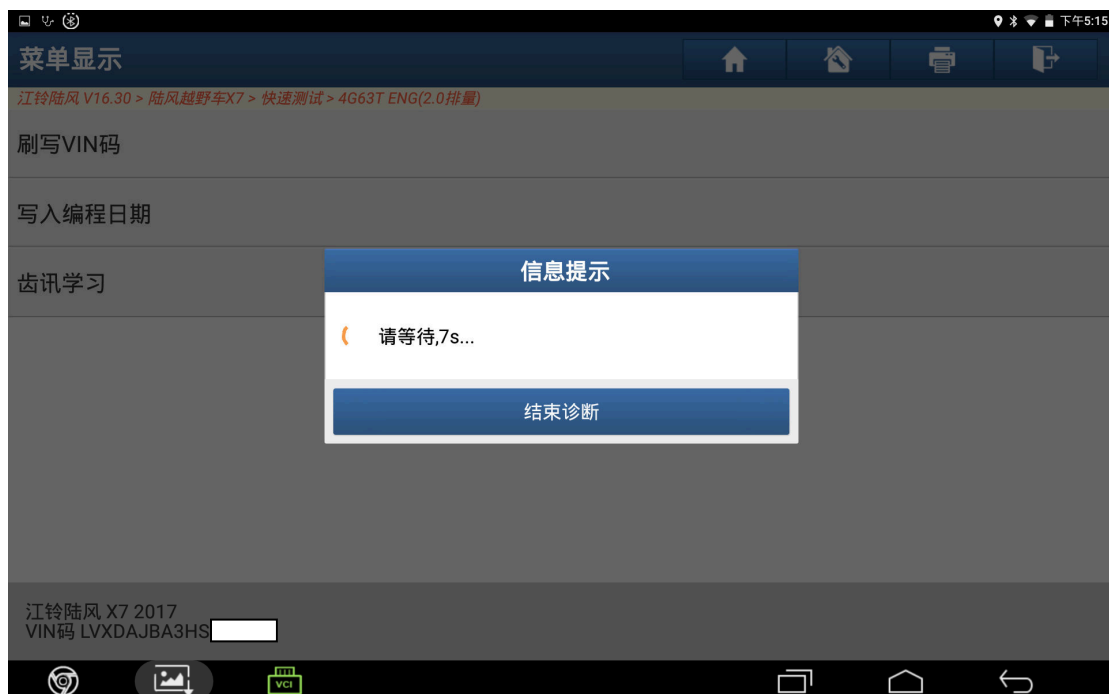

图 10
10). 按提示操作“油门迅速踩到底，正常情况下油门在 1300-4500 转徘徊，重复操作 2-5 次，如果踩到底发动机转速超过 5000 转则重新检修，不超过则点‘确定’” (如图 10);